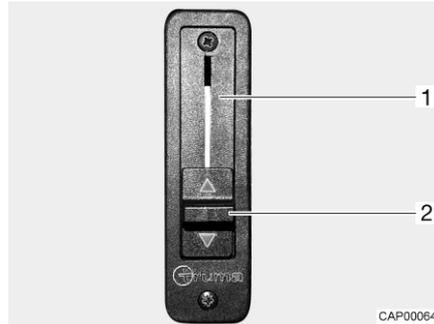

Fig. 5 Regulador de corredera para bloqueo de sección
- Empujar el regulador de corredera (Fig. 5,2) completamente hacia arriba. El bloqueo de sección (Fig. 5,1) está abierto. La calefacción del habitáculo también calienta la luna delantera.
- Empujar el regulador de corredera (Fig. 5,2) completamente hacia abajo. El bloqueo de sección está cerrado. La calefacción del habitáculo y la calefacción del vehículo básico están desacopladas.